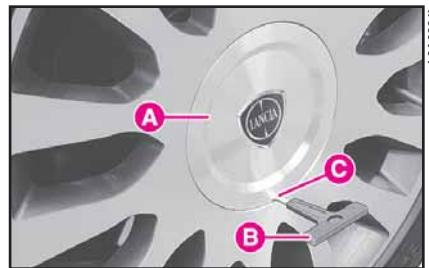
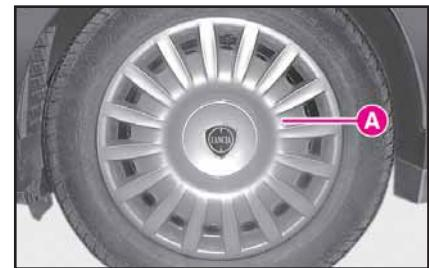

fig. 9
fig. 10
10) en las versiones con llantas de aleación, quite el embellecedor de la rueda A (fig. 9) montado a presión, retirándolo con la herramienta B introducida en el alojamiento C. En las versiones con llantas de acero, quite el embellecedor de la rueda A (fig. 10) montado a presión;